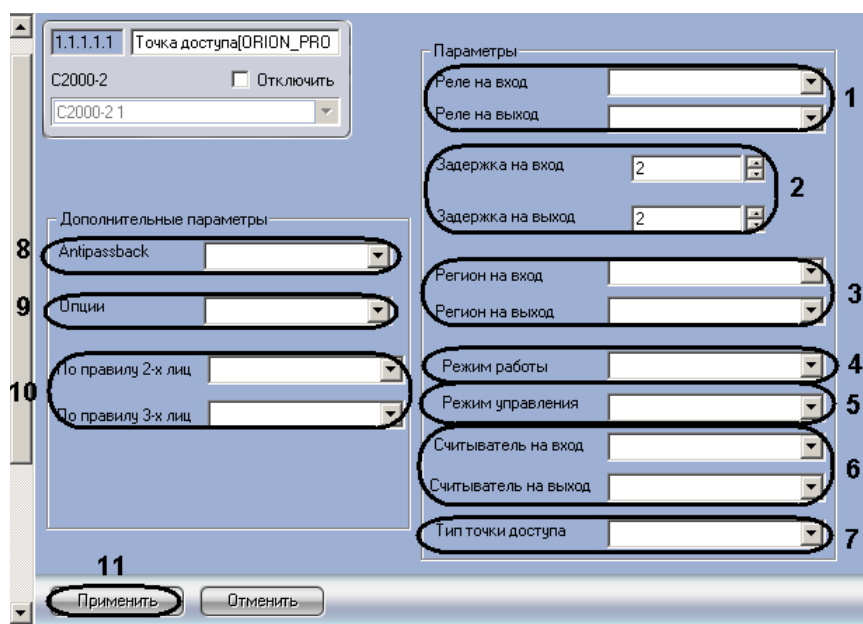

Рис. 3.3—20 Панель настроек объекта Точка доступа
- Из раскрывающихся списков **Реле на вход** и **Реле на выход** выбрать объекты **Реле**, управляющие исполнительным механизмом точки доступа на вход и на выход соответственно (см. Рис. 3.3—20, 1).